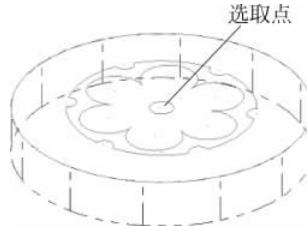

图 5-141 选取钻孔点
(3) 单击“2D 刀具路径”操作栏上的“钻孔”按钮 ，或选择“刀具路径”→“钻孔”命令，系统提示选择钻孔点，手动选择如图 5-141 所示的圆心点，单击“选取钻孔的点”对话框中的“确定”按钮，结束钻孔点选择。